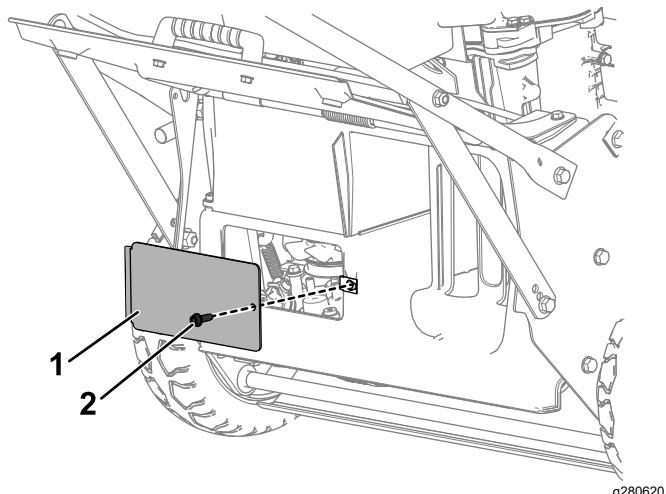

Figure 46
8. Déposez la plaque qui ferme l'ouverture arrière, située sous le déflecteur d'éjection arrière, en retirant le boulon qui la maintient en place (Figure 46).